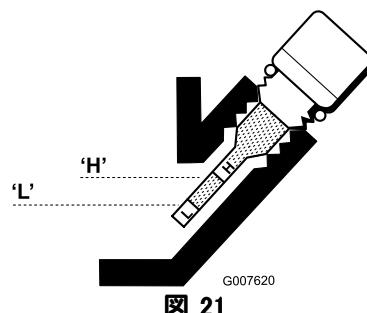

図 21
3. ゲージをウェスできれいに拭き、もう一度差し込む。ゲージはネジ込まずにさし込む。引き抜いて油量を点検する。量が不足している場合には、ゲージの読みが H と L の間になるまで、必要量だけオイルを補給する (図 21)。油量を確認する。入れすぎないこと。